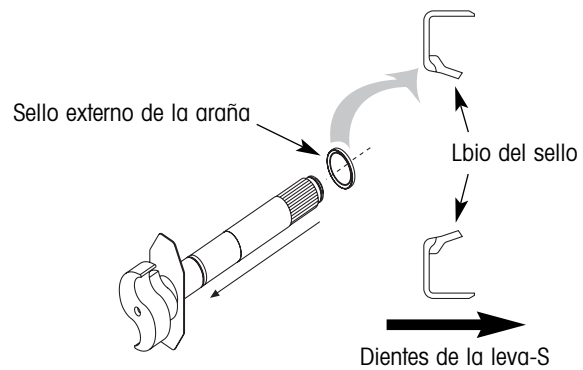

Figura 16. Instalando el sello externo de la araña
- Ligeramente aplique grasa nueva (grasa de chasis #2EP NLGI) al labio del nuevo sello externo de la araña (número 4, figura 8) y deslice el sello de la araña en la leva-S (figura 16).
IMPORTANTE: El labio del sello interno de la araña debe instalarse hacia adentro, hacia los dientes de la leva-S (consulte la figura 16 para la orientación del sello). Esta orientación del sello dirige cualquier exceso de grasa hacia el lado contrario de las zapatas de freno.